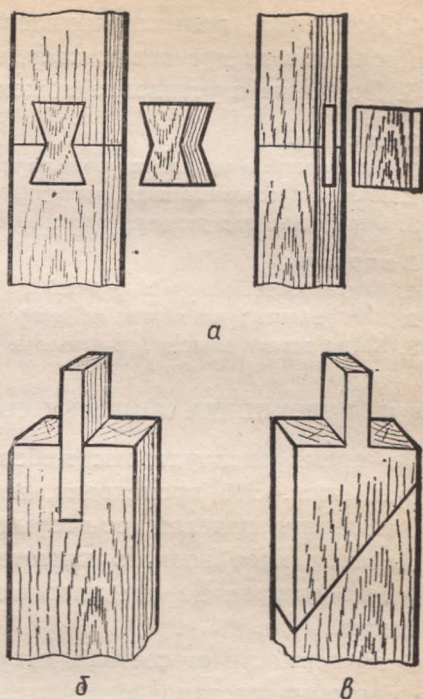

Рис. 134. Ремонт деталей:
2. Сращивание вставками или шкантами при изломе в торец (рис. 134, а).
3. Замена сломанного прямого плоского шипа вставкой нового плоского или круглого шипа (рис. 134, б).
4. Сращивание старой части детали с изготовленной новой на ус (рис. 134, в).
На каждое мебельное изделие, подлежащее ремонту, составляется дефектная ведомость. В ней отмечаются все виды дефектов, способы восстановления и последовательность работы. Вот, например, дефектная ведомость на ремонт стула (см. также рис. 134):